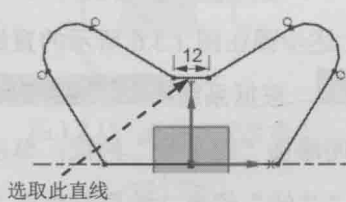
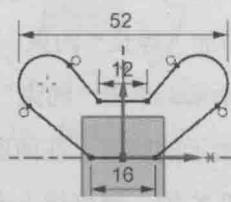
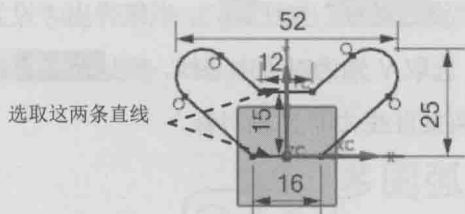
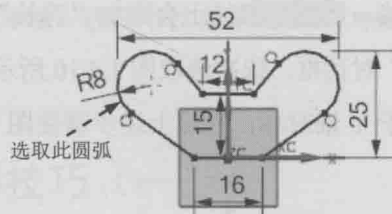

图 1.3.10 标注水平尺寸 1
图 1.3.11 标注水平尺寸 2
图 1.3.12 标注竖直尺寸
图 1.3.13 标注圆弧尺寸
Step4. 添加尺寸约束。选择下拉菜单 **插入(S)** → **尺寸(M)** → **快速(E)** 命令，选择图 1.3.10 所示的直线，系统自动生成尺寸，选择合适的放置位置单击，在系统弹出的动态输入框中输入数值 12，结果如图 1.3.10 所示；参照上述步骤标注图 1.3.11 所示的其余的水平尺寸。接着标注直线到直线的距离。选择图 1.3.12 所示的直线，系统生成竖直尺寸，选择合适的放置位置单击，在系统弹出的动态输入框中输入数值 15，结果如图 1.3.12 所示；参照上述步骤标注图 1.3.12 所示的其余的竖直尺寸。选择下拉菜单 **插入(S)** → **尺寸(M)** → **快速(E)** 命令，选择图 1.3.13 所示的圆弧，系统自动生成尺寸，选择合适的放置位置单击，在系统弹出的动态输入框中输入数值 8，结果如图 1.3.13 所示。